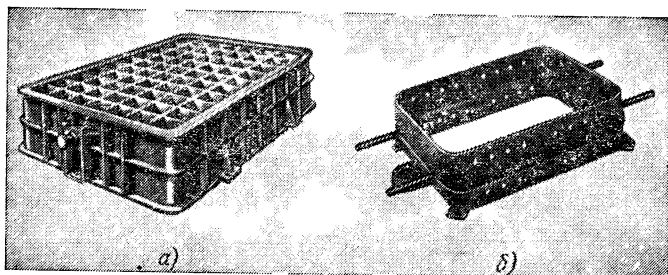

Рис. 10. Опоки для изготовления отливок:
**Формовка.** Для изготовления полуформ используют опоки — ящики без дна (рис. 10), стоящие на подопочной плите. Внутри опоки на подопочную плиту укладывают половину модели (иногда и всю модель) и опоку наполняют формовочной смесью. То же делают и со второй опокой. Затем обе половины модели осторожно вынимают, верхнюю полуформу переворачивают и укладывают на нижнюю. Перед этим в одной из полуформ вырезают литниковый канал для подвода жидкого металла к полости формы, извлекают модель для образования стояка (вертикального канала), в верхней полуформе, у стояка, вырезают чашу для приема металла и задержания первичного шлака. Для удаления воздуха из полости формы в верхней опоке ставят «выпор» — вертикальный канал, соединенный с литниковой системой, а для предупреждения образования усадочных раковин в массивных частях отливки ставят прибыли.